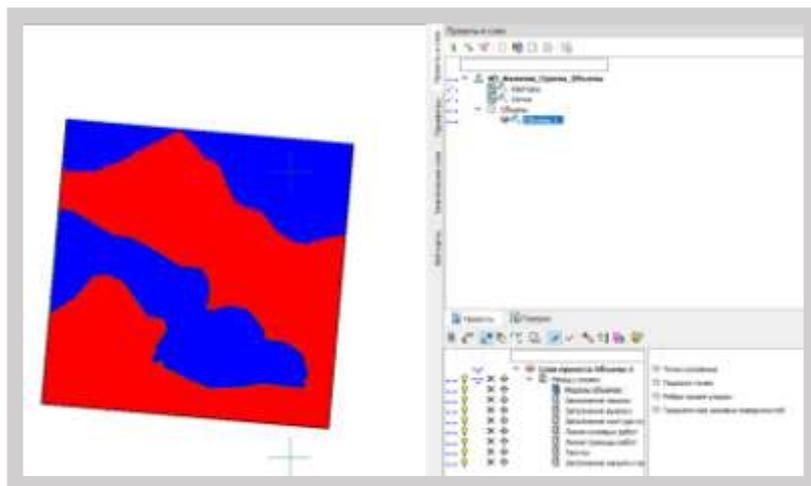

Рис. 10
3. В Свойствах Набора проектов сделать Дополнительную систему координат СК_500 не активной и не видимой, Рис.10.